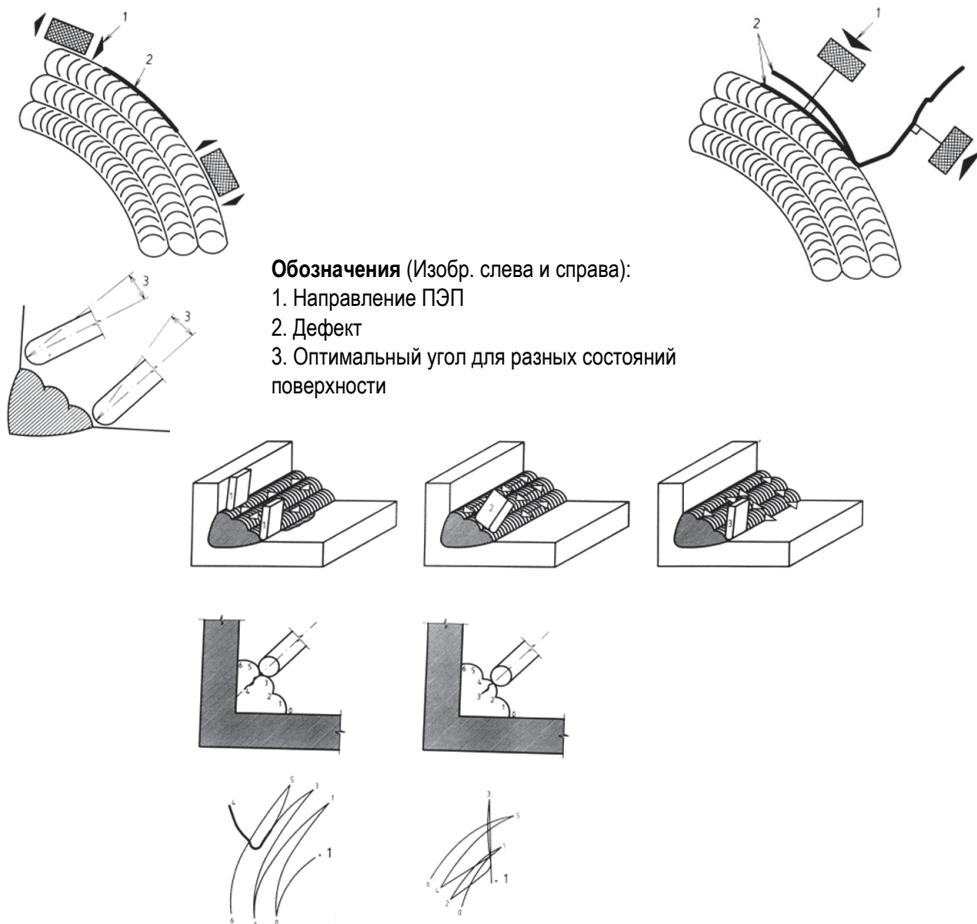

Рис. 5-38 Сканирующие движения
2. Проверьте зону термического влияния, основание сварного шва и верхнюю часть сварного шва, выполняя сканирование как показано на Рис. 5-38 на стр. 162.